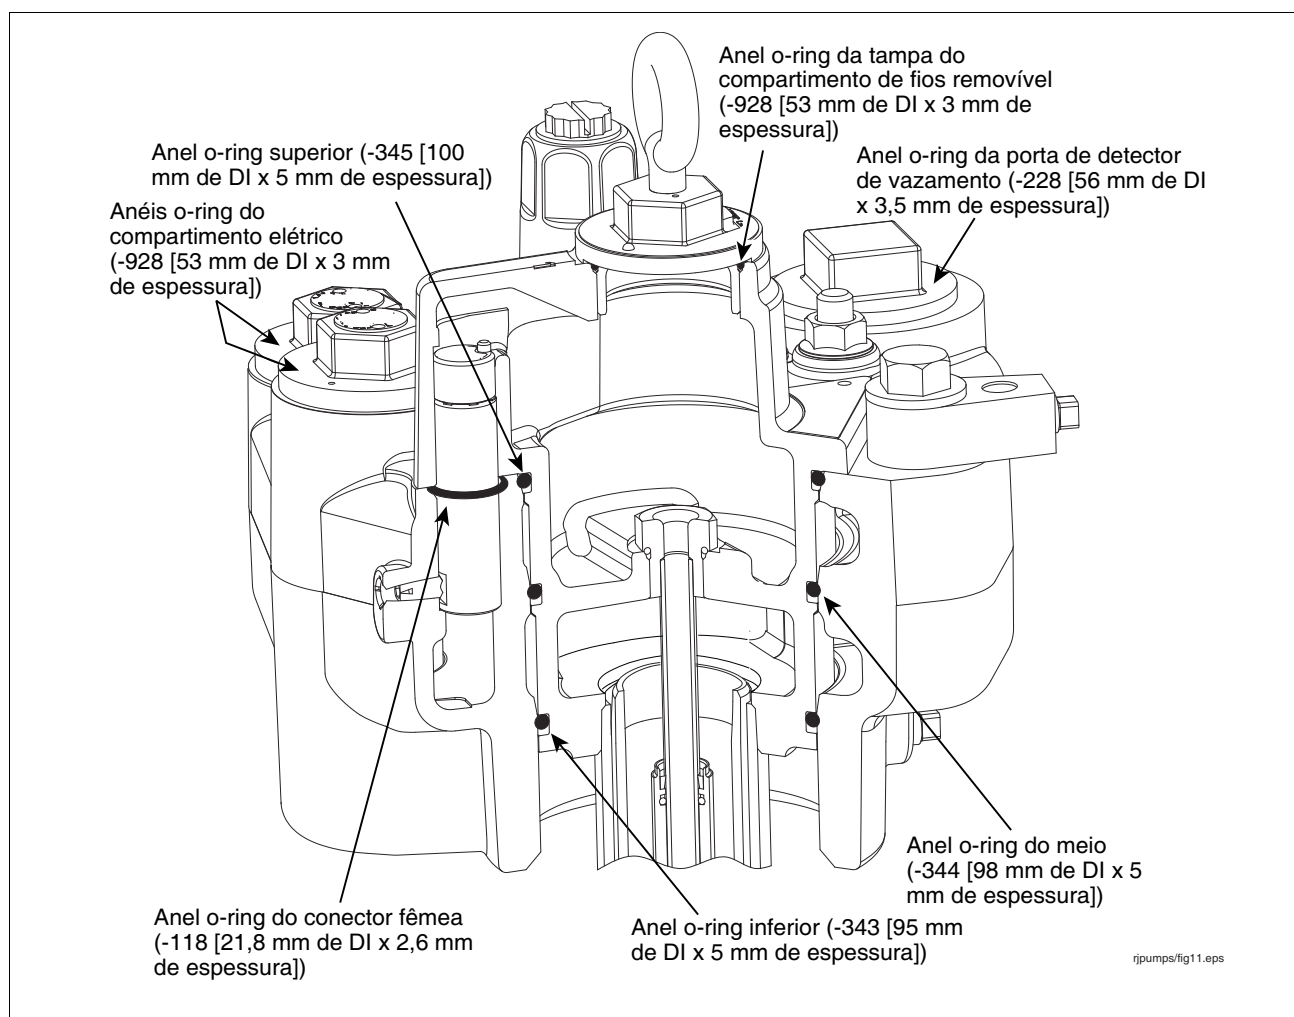

Figura 32. Localização dos anéis o-ring na carcaça e na câmara
9. Pegue os três anéis o-ring para vedação (100 mm de DI x 5 mm de espessura [superior], 98 mm de DI x 5 mm de espessura [meio] e 95 mm x 5 mm de espessura [inferior]) do kit de montagem/vedação. Os três anéis o-ring têm tamanhos muito próximos. Por isso, tome bastante cuidado ao diferenciá-los antes de colocá-los na unidade removível. Lubrifique cada anel o-ring com lubrificante de petrolato e, depois, instale-os em seus respectivos sulcos na unidade removível (ver Figura 32).
10. Retire o anel o-ring do conector fêmea da câmara (ver Figura 32). Pegue no kit um anel o-ring de 21 mm de DI x 2,6 mm de espessura no kit e lubrifique-o com lubrificante de petrolato. Passe o anel o-ring sobre o conector fêmea e aperte-o para que se encaixe em seu sulco.